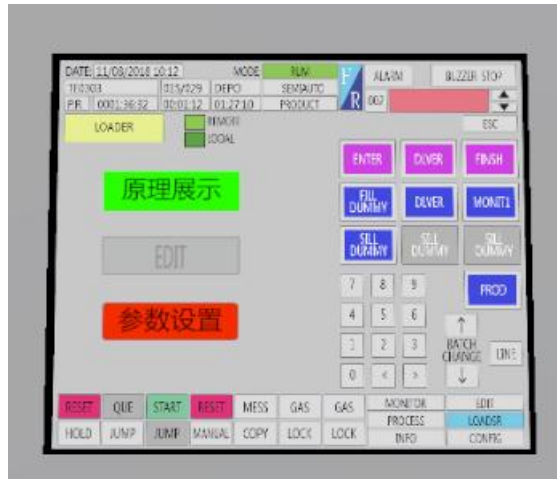

图 6-5 Edit 界面
5) 点击“Edit”按钮，弹出扩散曲线，Edit 界面如图 6-5 所示。